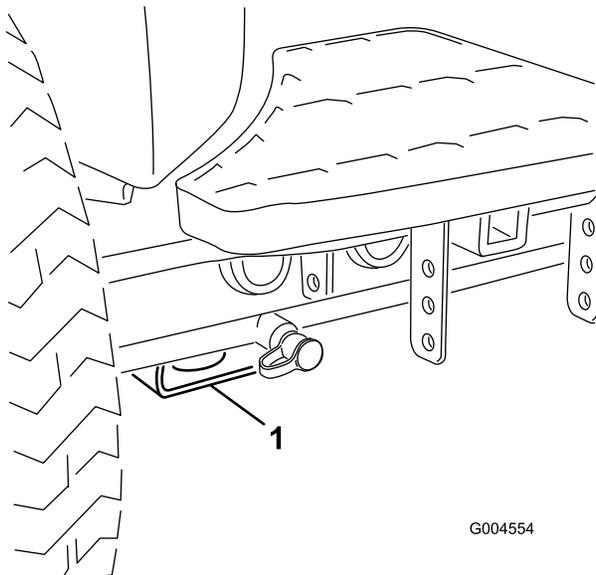

Figura 45
• Anteriore – supporto rettangolare, sotto il tubo dell'assale, all'interno delle ruote anteriori (Figura 45).